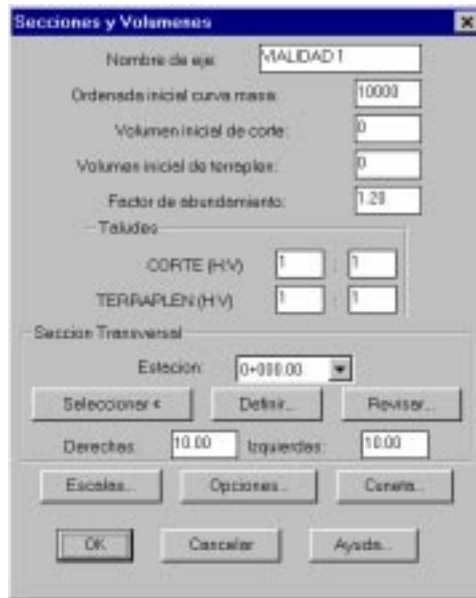

Fig. 25: Caja de diálogo para dibujar secciones
5. Elija la rutina para calcular secciones y volúmenes (Altimetría → Secciones → Volúmenes → Procesar Eje..), seleccionando el perfil de terreno y proyecto para alimentar los datos al programa. Al hacer lo anterior, aparecerá una caja de diálogo donde se podrá especificar datos de proyecto y opciones (fig. 25).